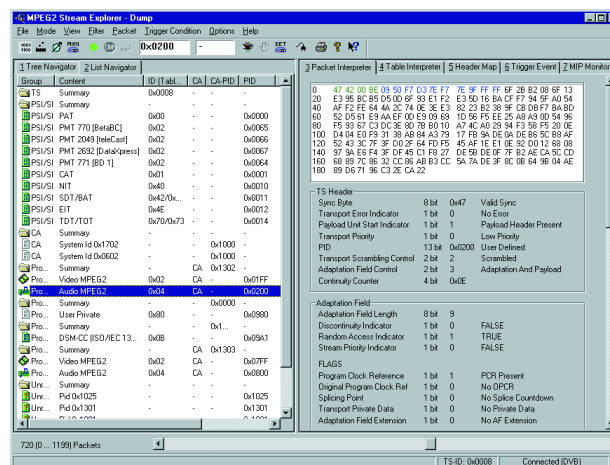
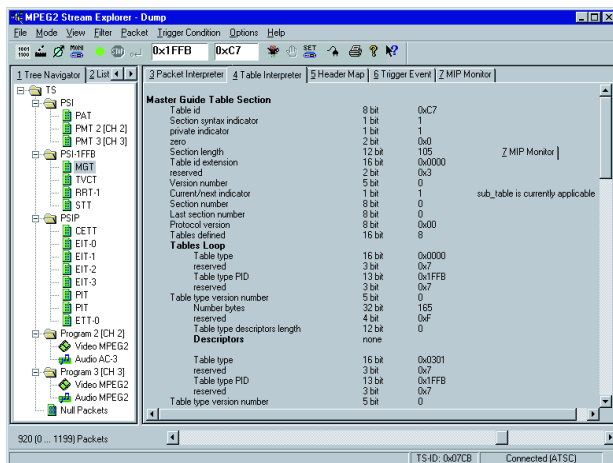

Bild 1 Alle Transportstrom-Details im Griff mit List Navigator und Packet Interpreter (DVB-Modus)
Bild 2 Übersichtliche Darstellung der Strukturen des Transportstromes mit dem Tree Navigator und Tabellen-Interpreter (ATSC-Modus)
- **NAVIGATOR:** Darstellung des Transportstrominhaltes in Form eines Strukturbaums (im Bild 2 links) oder in Tabellenform (im Bild 1 links) mit allgemeinen Informationen für alle Einzelströme wie PID, Stream ID, Datenrate
- **PACKET INTERPRETER:** (im Bild 1 rechts) Darstellung eines TS-Paketes im Hex-Format und gleichzeitig als interpretierte Inhaltsliste für alle enthaltenen Elemente. Farbliche Abstufungen für die verschiedenen Paketteile (Header, Adaptation Field, Payload, usw.) schaffen Übersicht. Die Paketauswahl erfolgt entweder über den NAVIGATOR oder einen Software-Schiebeschalter, mit dem sämtliche zwischengespeicherten Pakete in ihrer ursprünglichen Reihenfolge anwählbar sind.
- **TABLE INTERPRETER:** (Bild 2 rechts) Listet alle Elemente einer ausgewählten Tabelle auf und interpretiert deren Inhalt. Die folgenden Tabellen sind wählbar: